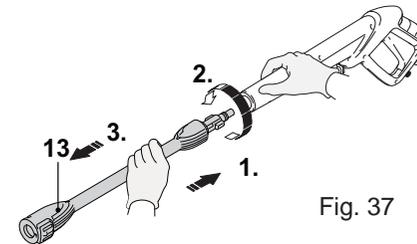

Fig. 37
9. Poussez la lance vers le pistolet (16) et tournez la dans le sens contraire des aiguilles d'une montre pour la déconnecter (Fig. 37).